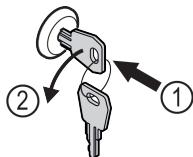

Fig. 162
- Trykk inn nøkkelen. Fig. 162 (1)
► Vri nøkkelen 90° mot klokka. Fig. 162 (2)